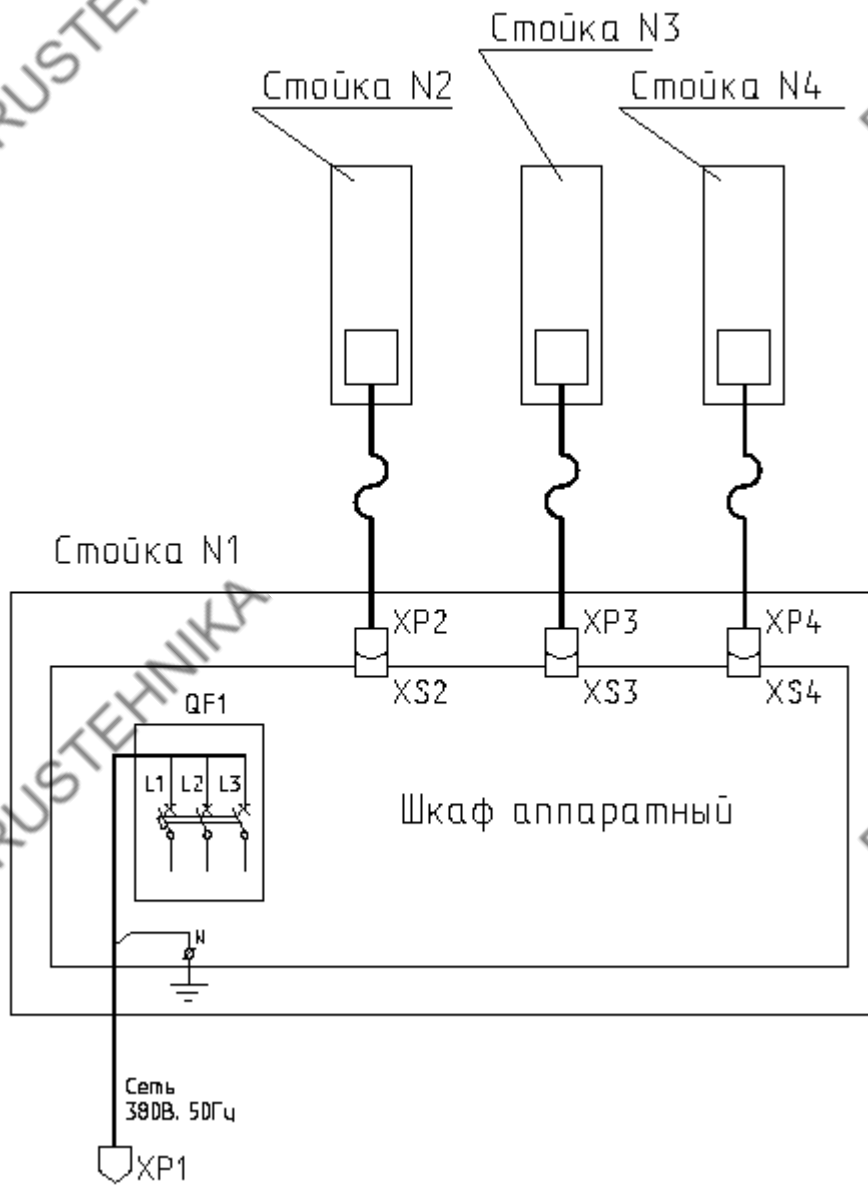

Рис. 4. Схема электрическая соединений подъемника ПП-6
4.4. Перечень элементов схемы электрической принципиальной приведен в таблице № 1. Схема электрическая соединений приведена на Рис. 4.